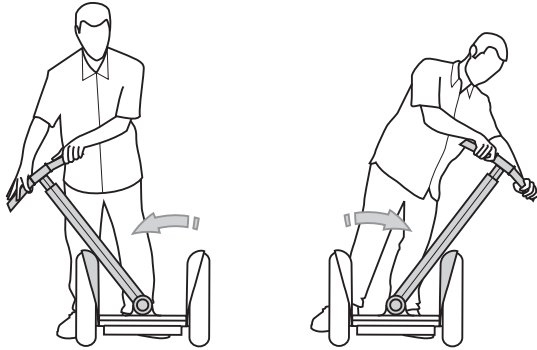

Figura 4. Asegúrese que la barra de dirección LeanSteer regrese a la posición vertical
9. Con el Segway PT APAGADO (OFF), incline la barra de dirección LeanSteer totalmente hacia la izquierda y la derecha, hasta que toque cada guardabarros y asegure que la barra LeanSteer regrese a la posición vertical. Consulte la figura 4. Si la barra de dirección LeanSteer no regresa a la posición vertical, afloje el fijador y vuelva al paso 4.